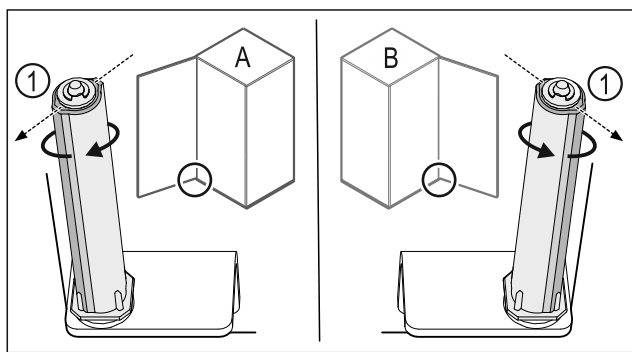

Fig. 26 Okretanje nalijevo (A) / okretanje nadesno (B)
- Okrećite sustav zatvaranja do kraja dok lamela sustava zatvaranja Fig. 26 (1) ne bude usmjerena prema van.